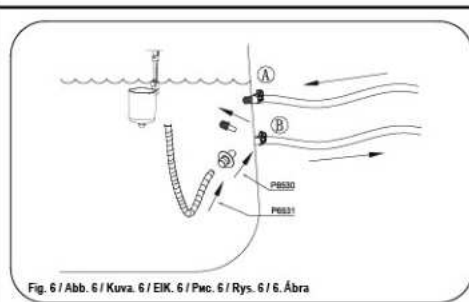
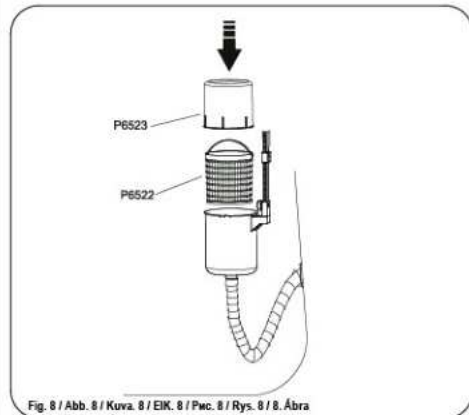
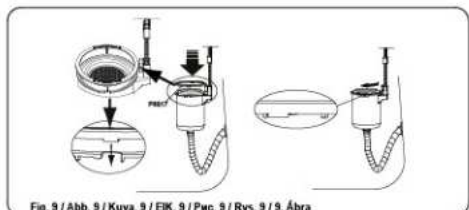

Fig. 6 / Abb. 6 / Kuva. 6 / EIK. 6 / Pvc. 6 / Rys. 6 / 6. Ábra
Fig. 8 / Abb. 8 / Kuva. 8 / EIK. 8 / Pvc. 8 / Rys. 8 / 8. Ábra
Fig. 9 / Abb. 9 / Kuva. 9 / EIK. 9 / Pvc. 9 / Rys. 9 / 9. Ábra
- For pools equipped with stopper plugs (See Fig. 6)
- Insert the basket (P6522) and the float (P6523) into the skimmer body (P6518), and place the cover rim (P6517) on top of the skimmer body (P6518). Turn the cover rim (P6517) clockwise to secure it. (See Fig. 8 and See Fig. 9)
- Para piscinas equipadas com tampões (Ver Fig. 6) Remova o ecrã de detritos do interior da válvula de saída da piscina e insira o adaptador de mangueira (P6530). Ligue a mangueira (P6531) ao adaptador de mangueira (P6530).
- Insira o cesto (P6522) e o flutuador (P6523) no corpo do skimmer (P6518), e coloque o aro da cobertura (P6517) no topo do corpo do skimmer (P6518). Rode o aro da cobertura (P6517) em sentido horário para a fixar. (Ver Fig. 8 e Ver Fig. 9)
- Para las piscinas equipadas con tapones de tapa (Véase la Fig. 6):
- Inserte la cesta (P6522) y el flotador (P6523) en el recogehojas (P6518), y sitúe la cubierta del borde (P6517) encima del recogehojas (P6518). Gire la cubierta del borde (P6517) en el sentido de las manecillas del reloj para asegurarlo. (Véase Fig. 8 y Fig. 9)
- Setzen Sie den Korb (P6522) und den Schwimmer (P6523) in den Abschäumerkörper (P6518) ein und platzieren Sie die Abdeckungeinfassung (P6517) auf dem Abschäumerkörper (P6518). Drehen Sie die Abdeckungeinfassung (P6518) im Uhrzeigersinn, um sie zu sichern. (Siehe Abb. 8 und Abb. 9)
1. Voor zembaden uitgerust met stopplugs (Zie Fig. 6)
1. Plaats de mand (P6522) en de drijver (P6523) in het skimmerchassis (P6818), en plaats de afdekkingsrand (P6817) bovenop het skimmerchassis (P6818). Draai de afdekkingsrand (P6817) met de klok mee om deze te bevestigen. (Zie Fig. 6 en Zie Fig. 9)
1. Per piscine dotate di spinotti di arresto (V. Fig. 6)
1. Pour les piscines équipées de bouchons d'obturation (voir fig. 6)
1. Insérez le panier (P6522) et le flotteur (P6523) dans le corps du skimmer (P6818) et placez le rebord ou couvercle (P6817) sur le corps du skimmer (P6818). Tournez le bord du couvercle (P6817) dans le sens des aiguilles d'une montre pour le bloquer. (Voir fig. 6 et fig. 9)